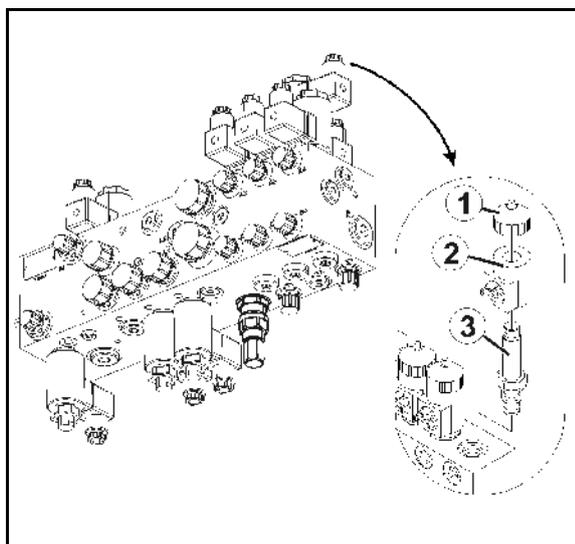

Fig. 95
1. Dévissez le capuchon magnétique (Fig. 95/1)
2. Retirez la bobine magnétique (Fig. 95/2)
3. Dévissez la tige de distributeur (Fig. 95/3) avec les sièges de soupapes et nettoyez-la à l'air comprimé ou à l'huile hydraulique.